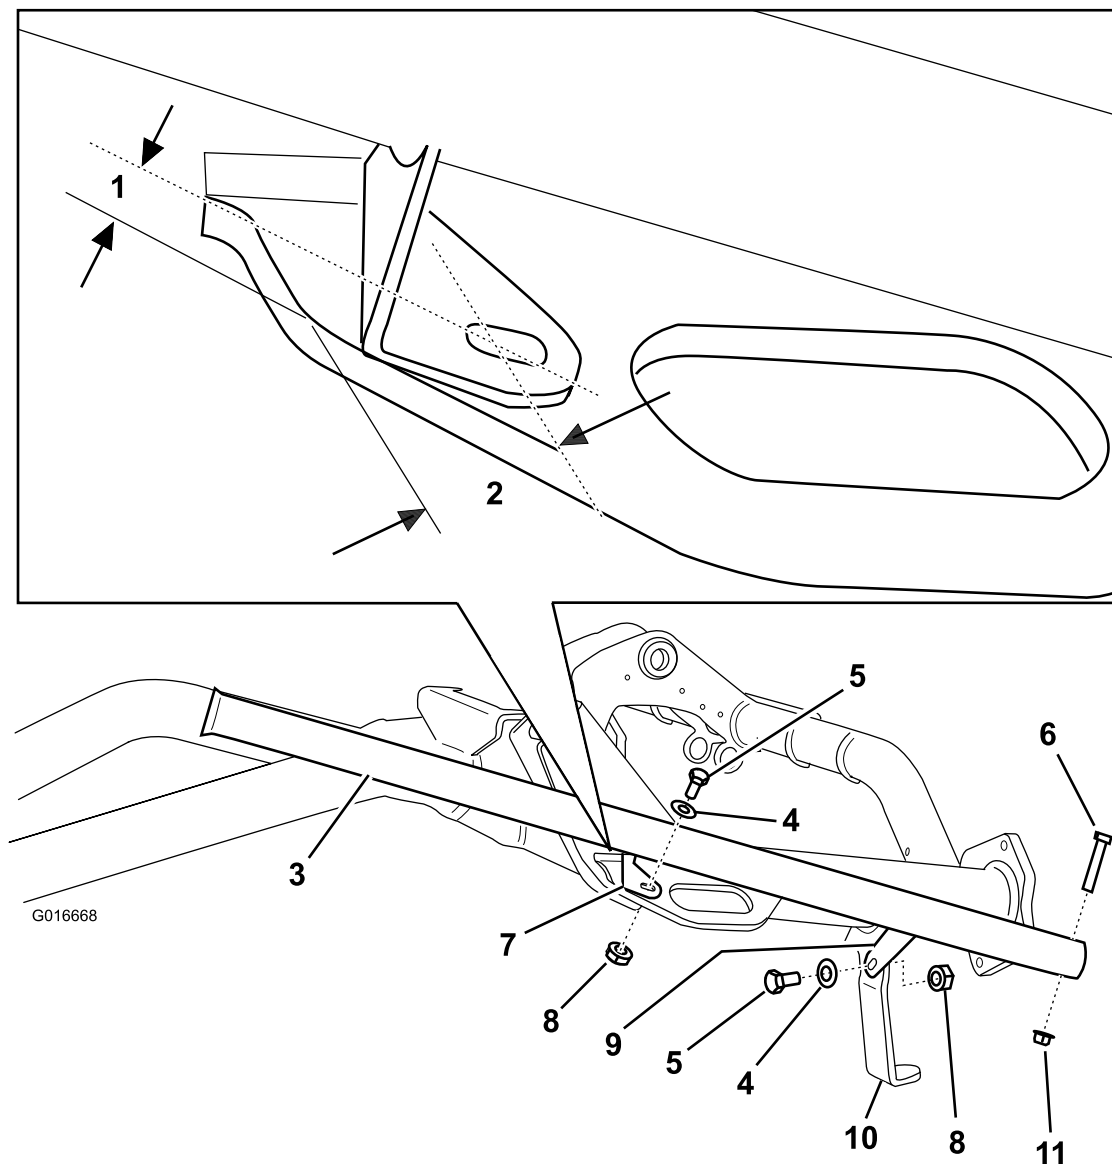

Figura 1
2. Posicione o suporte traseiro do suporte da aba de orvalho como se mostra no destaque de Figura 1, e certifique-se de que o suporte frontal do suporte da aba de orvalho apoia no suporte da máquina (Figura 1).
3. Utilizando a ranhura no suporte traseiro como modelo (Figura 1), marque e fure um orifício de 9 mm de diâmetro através do membro da estrutura.